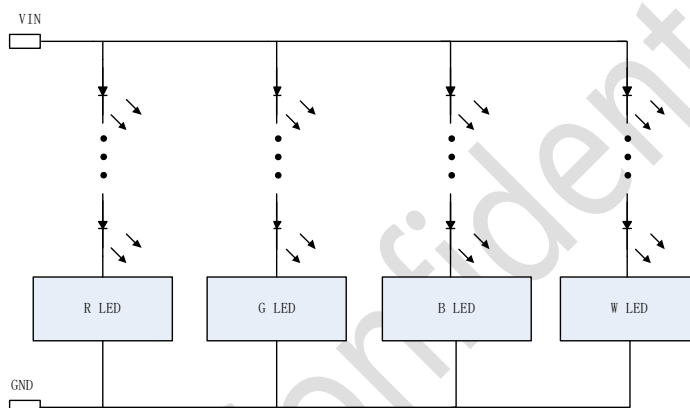

图 11.1 四路共阳连接电路示意图
6. 当 Hi2802 系统工作在 RGBW 并联工作时，多路系统与 LEDs 模组连接推荐共阳布线，示意图见图 11.1，四路 RGBW LEDs 系统布局布线见图 11.2；